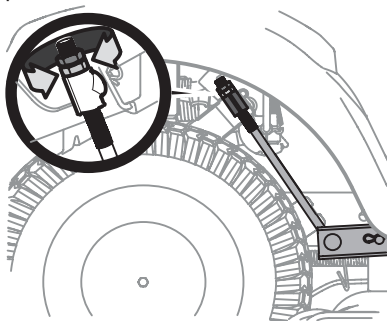

Figura 22
3. Debajo de los guardabarras traseros dentro de las ruedas hay una varilla de ajuste de elevación para cada lado de la plataforma. Consulte la Figura 22.